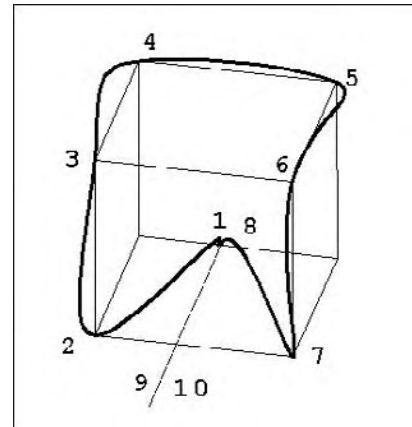

Fig.2.15
- 1 Exécutez la commande de dessin de spline à l'aide de l'une des méthodes suivantes (fig.2.15) :